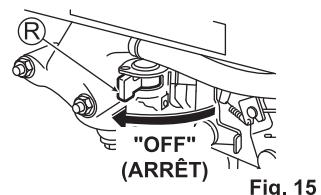

Fig. 15
3. Placez le robinet de carburant (R) sur "OFF"(ARRÊT). (Voir Fig. 15)